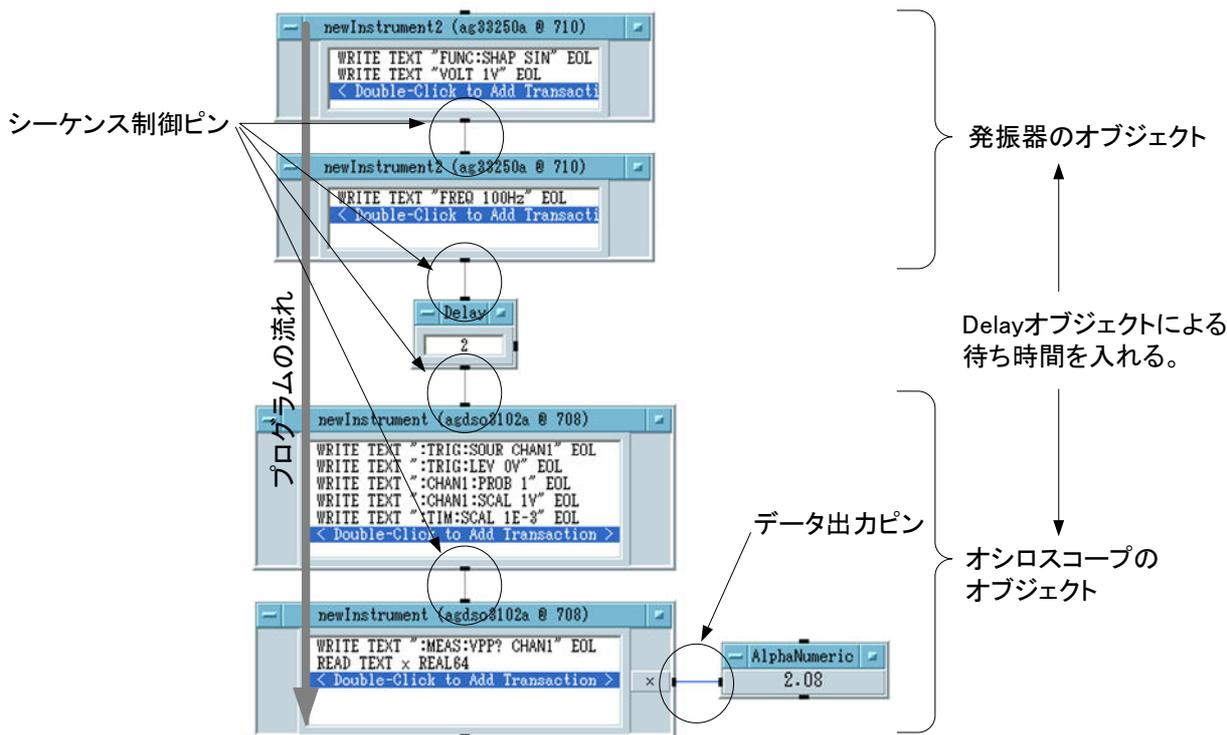

図6-9 オブジェクトのシーケンス制御
(1) ここまで作成したオブジェクトの実行順序を指定する。これをシーケンスという。オブジェクトの上下のピンはシーケンス制御のために用いられる(左右のピンはデータの入出力ピンで両者は使用目的が異なる)。任意のピンをクリックし、つなぎたいピンでクリックするとピン同士がラインで結ばれる。図6-9のように接続すると上から下に向かって順番に各オブジェクトが実行される。